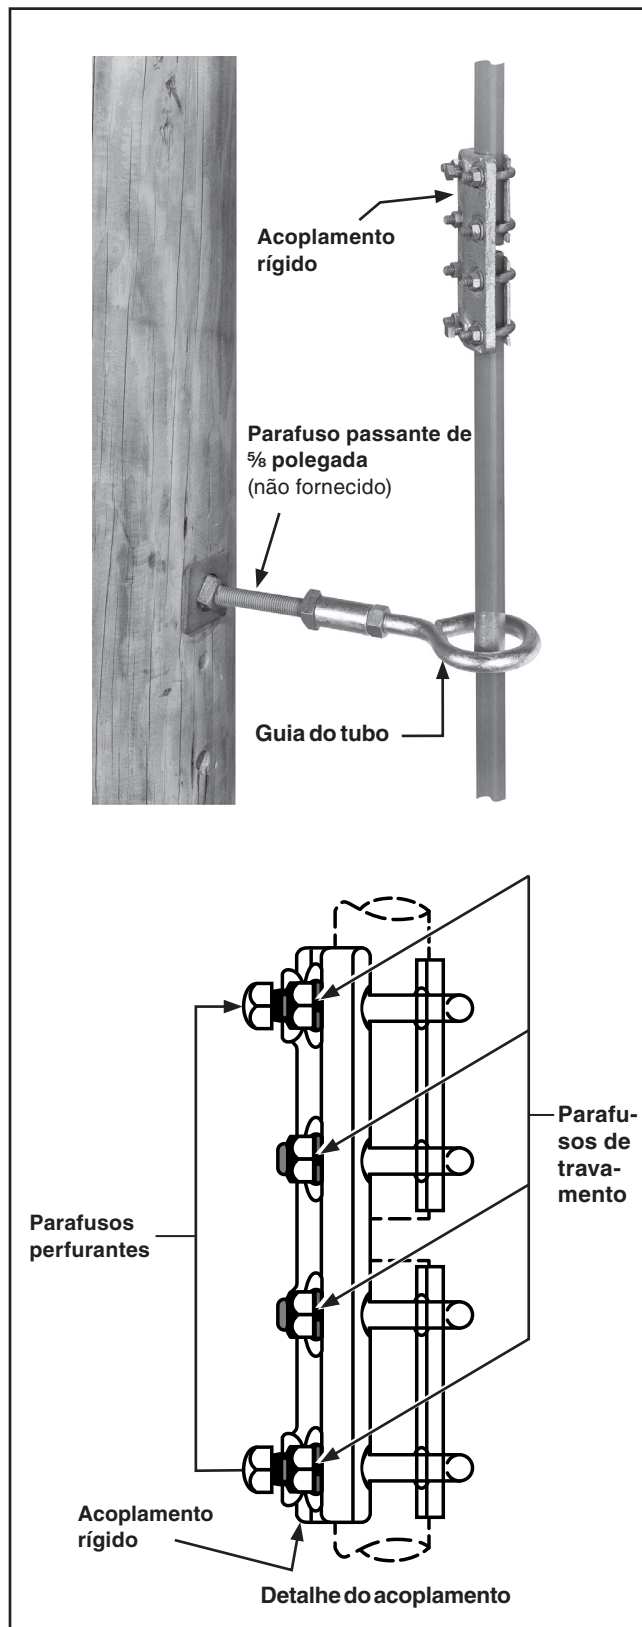

Figura 12. Guia do tubo e acoplamento rígido (detalhe) para uso com tubo vertical de operação IPS de 3/4 polegada.
- (a) Instale um acoplamento rígido em uma ponta de uma seção não-rosqueada de 208,3 cm (6 pés e 10 polegadas) do tubo vertical de operação. Em seguida, deslize um guia pelo tubo (o acoplamento rígido retém o guia). Fixe a outra ponta da seção de tubo no acoplamento, no nível de acionamento da chave. Aperte os parafusos de travamento de forma segura nos dois lados do tubo, e em seguida aperte com firmeza os parafusos perfurantes. Ver Figura 12.
- (j) Quando o ajuste satisfatório da excursão da alavanca e da chave forem obtidos, assegure-se que os parafusos de travamento no acoplamento imediatamente acima da alavanca estão apertados. Aperte os parafusos com firmeza. Ver Figura 12 na página 15.